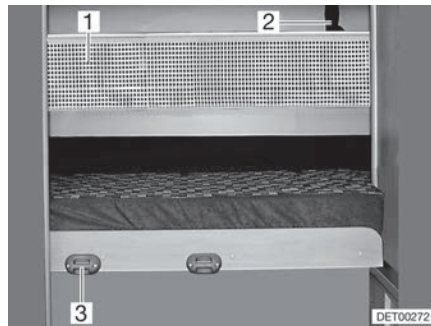

Fig. 117 Red de seguridad
- Enganchar la escalera de ascenso con los largueros en el soporte (Fig. 117,3) en el panel.
La red de seguridad (Fig. 117,1) viene de serie entre el colchón y el somier. Apenas extender la red de seguridad cuando la persona ya se encuentre en la cama.
- Engatillar las cintas de sujeción (Fig. 117,2) en los soportes en el techo.